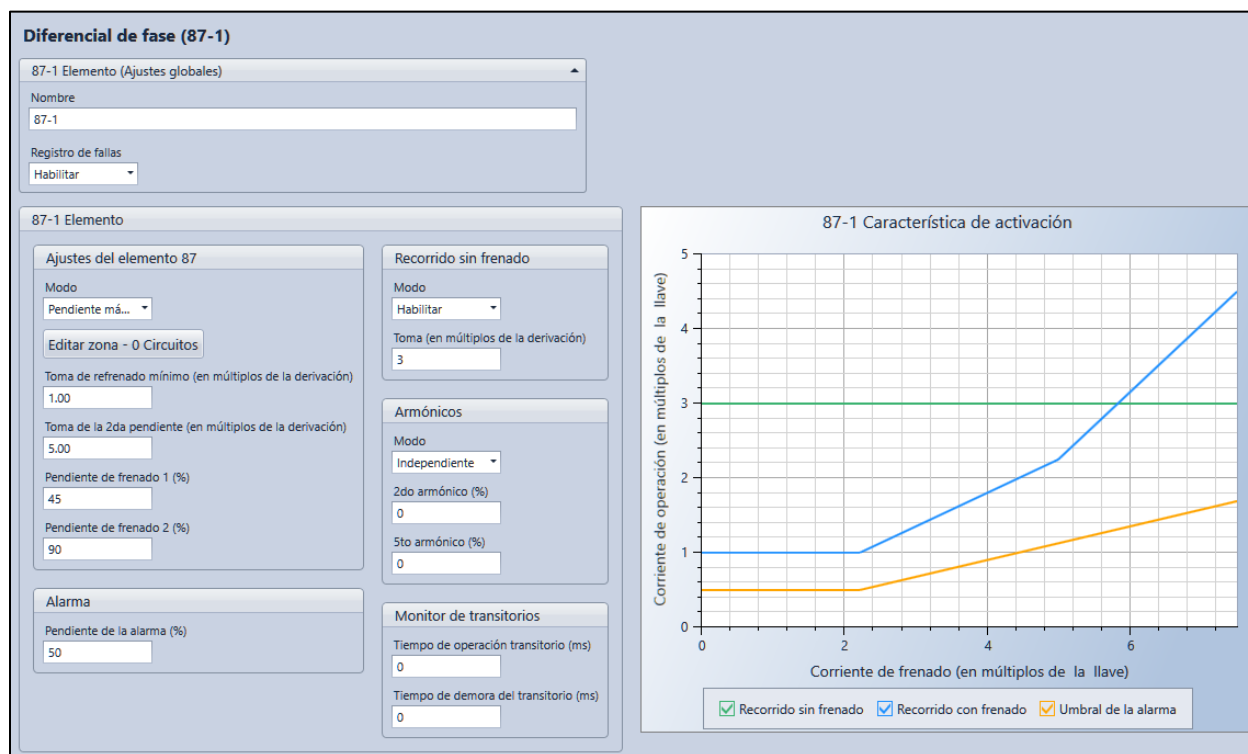

Figura 38-7. Pantalla de ajustes Diferencial de fase
Los ajustes operativos del elemento diferencial de fase se configuran en la pantalla de ajustes Diferencial de fase (87) (Figura 38-7) en BESTCOMSPPlus.